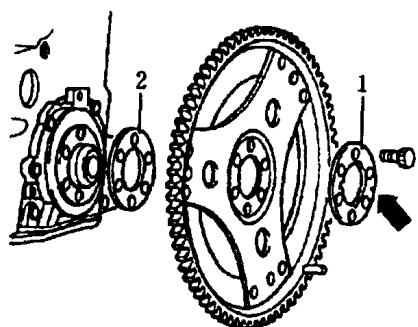

图 1-36
(2) 安装：用垫片 2 及衬板 1 安装飞轮/传动盘，凸缘（箭头所示）必须面对变矩器（如图 1-36 所示）。至少插入 3 个旧紧固螺栓，以 $30\text{N}\cdot\text{m}$ 的力矩拧紧。